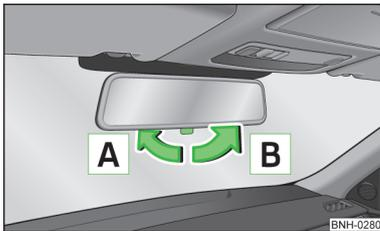

Fig. 33
► Ajustar la palanca, situada en el borde inferior del espejo, en el sentido de la flecha **A** » fig. 33.
► Ajustar la palanca, situada en el borde inferior del espejo, en el sentido de la flecha **B** » fig. 33.